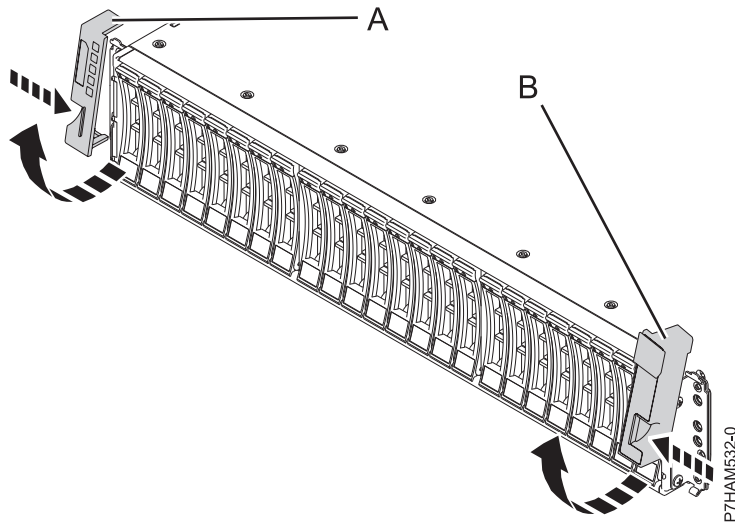

Abbildung 7. Seitenabdeckungen ausbauen
2. Bauen Sie die linke Seitenabdeckung (A) und die rechte Seitenabdeckung (B) aus, um die Halterungen freizugeben. Drücken Sie die Entriegelung zusammen, um die Frontblende nach oben zu drehen und vom Chassisflansch zu entfernen (wie in Abb. 7 auf Seite 9 dargestellt).